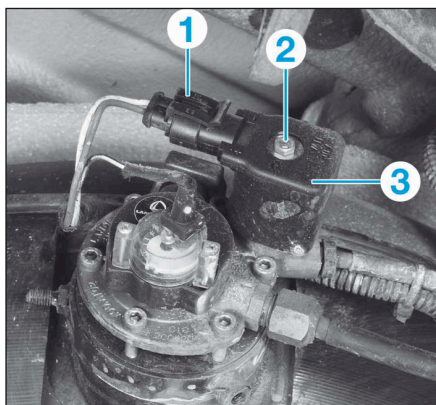

FIG.29
- Débrancher le connecteur (1) de l'électrovanne de vanne multifonction (Fig.29).
- la vis (2) de l'électrovanne de vanne multifonction,
- l'électrovanne (3) de la vanne multifonction.